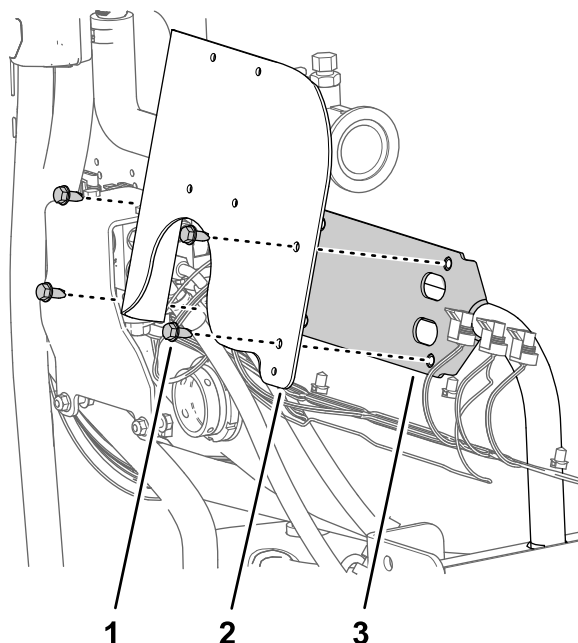

Рисунок 74
1. Совместите отверстия в кронштейне расходомера с отверстиями в опоре крепления клапана (Рисунок 74).